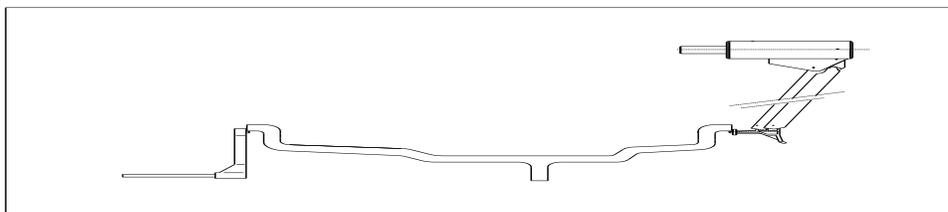

図 12 センサを使用しての自動データ入力。
1. センサをとり、リムの内側か外側の端部に当てます。(図12)